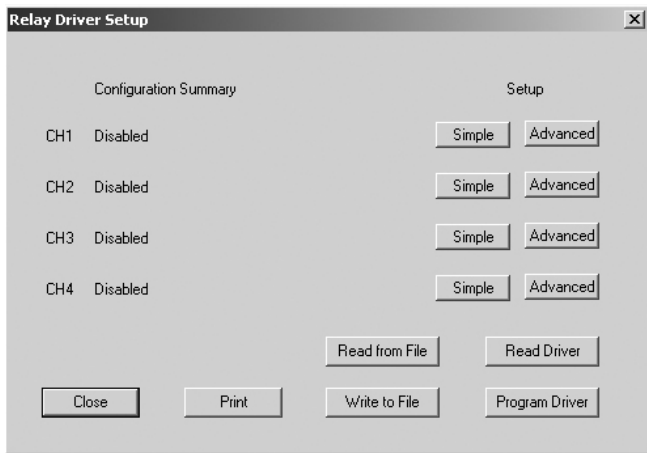

Figure 2. Écran de configuration de l'excitateur de relais
L'écran de configuration de l'excitateur de relais doit apparaître (reportez-vous à la figure 2). L'assistant de configuration est maintenant ouvert. Passez à la section 3.2.
1. Sur l'écran de configuration de l'excitateur de relais (présentation sur la figure 2), choisissez le bouton de configuration **Simple** à côté du canal désiré.